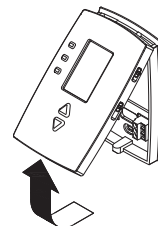

Figura 1
- 2 Separar el termostato de la placa mural según se muestra en la figura 1.